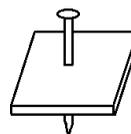

Рис.4
3.5. Если дюбель входит в основание слишком легко и глубоко - базовый материал слишком мягкий. Это также может повлечь сквозной прострел (см. рис.4). В данном случае основание не подходит для использования технологии прямого монтажа.